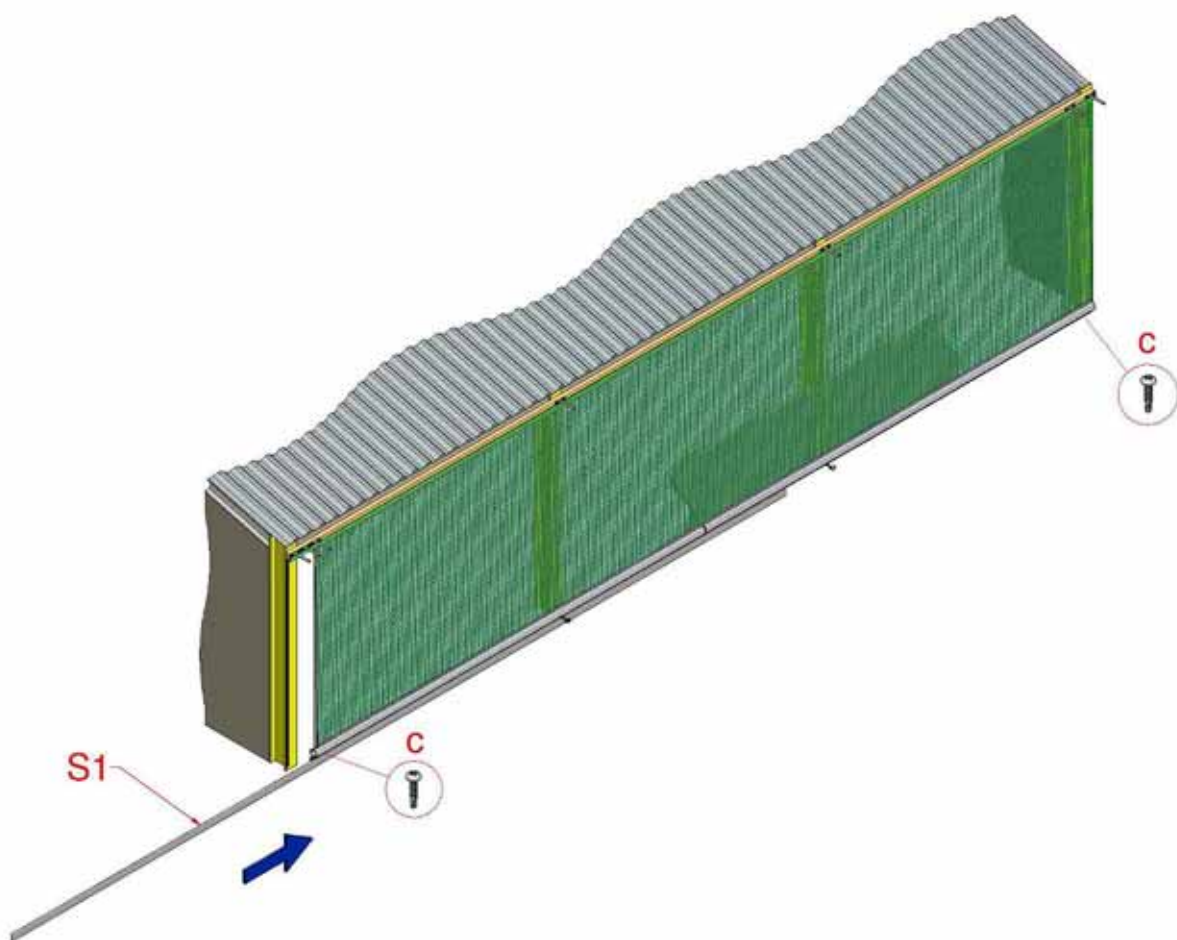

Figure 13 : pose du volet inférieur.
- 3.6 Découper le rideau à la longueur requise pour qu'il soit décalé de 6,5 cm entre l'extrémité du tube d'enroulement inférieur à l'extrémité motrice et qu'il se trouve à ras à l'extrémité libre. Découper le volet du bas (S1) à la même longueur que le rideau et le glisser dans la cannelure inférieure du tube en s'aidant d'un insert de guidage de cannelure pour éviter d'abimer le tissu. Fixer en place au moyen d'une vis autoperceuse à chaque extrémité, Figure 13.